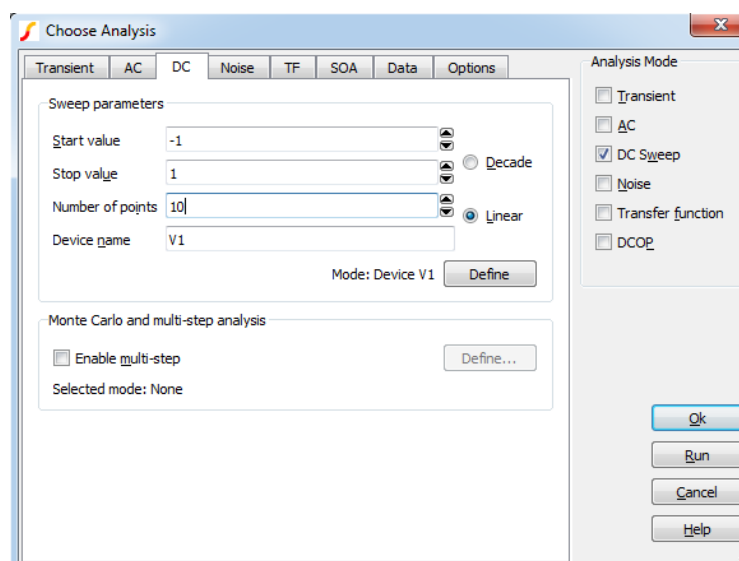

Figure 3: Choose Analysis – Analyse DC
- 3) Le paramétrage de la simulation est réalisé en allant dans le menu **Simulator** en choisissant **Choose Analysis** (Figure 3).